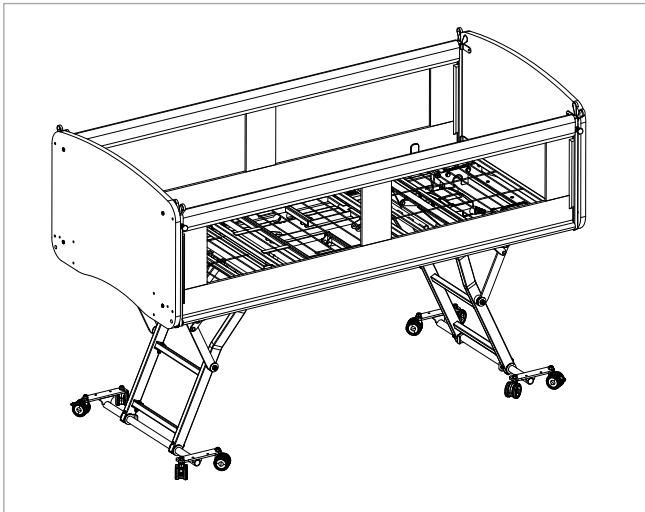

Figure 6.19
19. Répétez les étapes ci-dessus et assemblez la barrière de l'autre côté du lit (voir Figure 6.19).